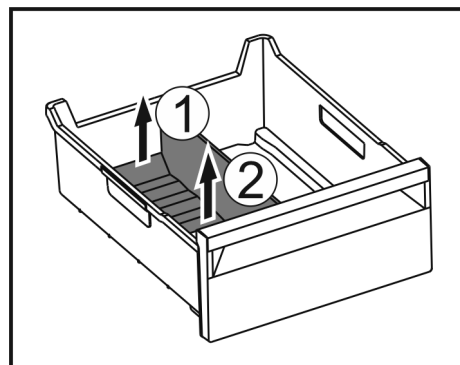

Fig. 153
- ▶ Sollevare la parte posteriore del divisore dello scomparto del ghiaccio. Fig. 153 (1)
- ▶ Rimuovere il divisore dello scomparto del ghiaccio verso l'alto. Fig. 153 (2)